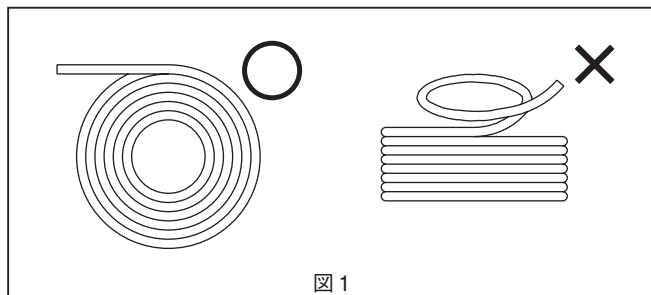

図1
- 2) ケーブル・ホースはねじれのないように、配線してください。ドラムやコイルからスパイラル状に引き出すと、ケーブル・ホースがねじれた状態で配線されますので、行わないでください。(図1参照)